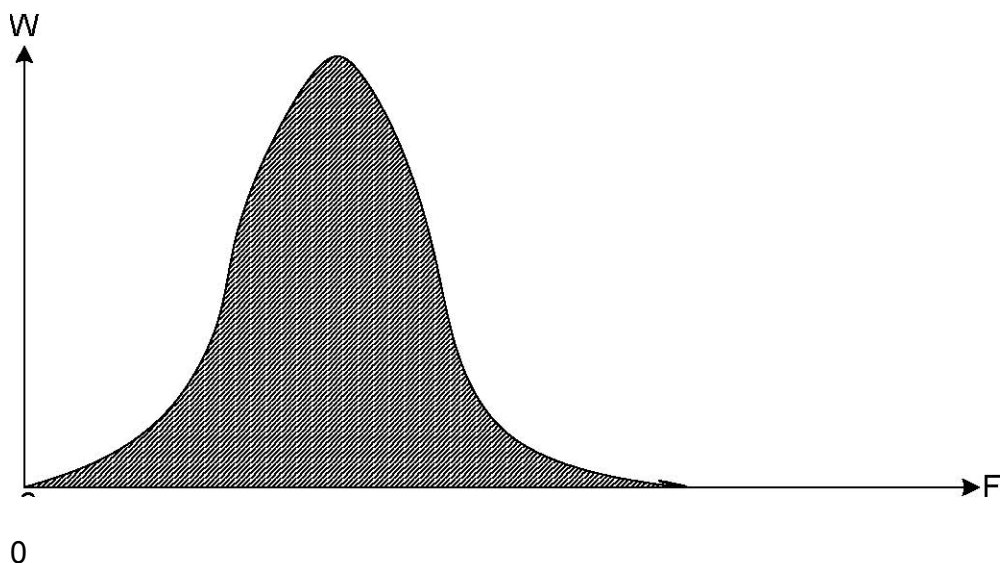

Рисунок 1
10.6. Подключить межблочный кабель к ПБ, БИВ и БП (смотри рисунок 1 приложения Е разъем “Сигнал”).
10.22. Ниже по ходу течения жидкости на расстоянии от 200 до 300 мм от герметичного контейнера устанавливается датчик уровня. Для его установки в нижней части трубопровода сверлится отверстие диаметром 8 мм и нарезается резьба М10. В подготовленное отверстие вкручивается на «Фум» ленте соединительный штуцер. К штуцеру подключается гибкий шланг. Второй конец гибкого шланга подсоединяется к штуцеру на блоке БИВ (рис. 1 приложение ж).
Если нет возможности установки датчика давления снизу трубопровода, то его можно установить сверху. Для этого сверху трубопровода сверлится отверстие диаметром 16 мм, и вставляется металлопластиковая трубка уровня с гибким шлангом, конец которого подсоединяется к штуцеру на блоке БИВ (рис.1 приложение Ж).
11.1. На лицевой панели ПБ (смотри рисунок 1 приложения В)